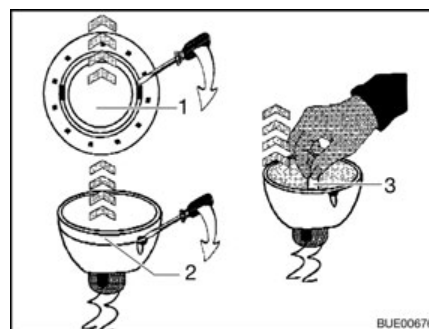

Fig. 279 Remplacer l'ampoule halogène
- Desserrer la bague de recouvrement intérieure (Fig. 279,1) du boîtier avec un tournevis.
- Défaire la bague de recouvrement avec le panneau en verre (Fig. 279,2) de la partie inférieure de la lampe halogène encastrée à l'aide d'un tournevis.
- Retirer l'ampoule halogène (Fig. 279,3).